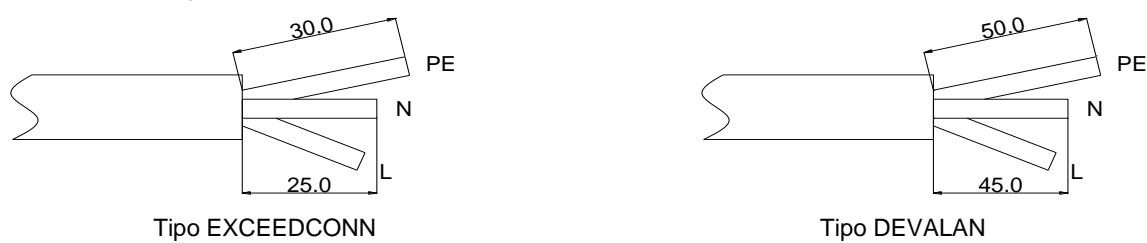

FIG. 7-3 Ajuste o comprimento do cabo
- 1) Descasque a capa do cabo e, em seguida, ajuste o comprimento relativo dos cabos L, N e PE, para fazer com que o comprimento do cabo PE seja pelo menos 5 mm maior que os cabos L e N, conforme FIG. 7-3.